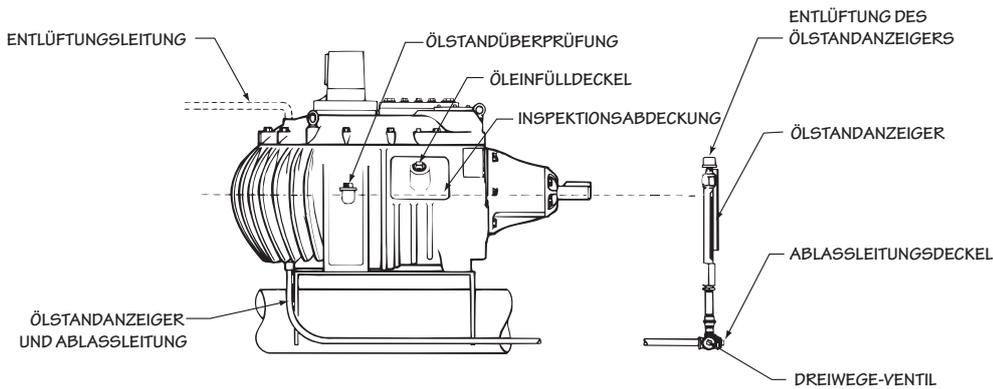

Bild 2 Ölstandsanzeiger und Ablasseitung (Geareducer-Serie 36 ist illustriert)
Lassen Sie das Öl aus dem Geareducer ab, indem Sie die Ablassschraube entfernen. Siehe Abbildung 2 bezüglich der Stelle. Falls das System mit einem externen Ölmesstab/Ölstandsanzeiger ausgestattet ist, entfernen Sie die Ablassschraube an dieser Stelle und entleeren Sie das gesamte System.
1. Gießen Sie Öl in die Einfüll-Öffnung der Geareducer-Inspektions-Abdeckung bis die Voll-Markierung am Geareducer-Gehäuse und am Sichtglas erreicht ist. Siehe **Bild 2** und **3**. Verschliessen Sie die Einfüllöffnung mit dem Verschlussdeckel.